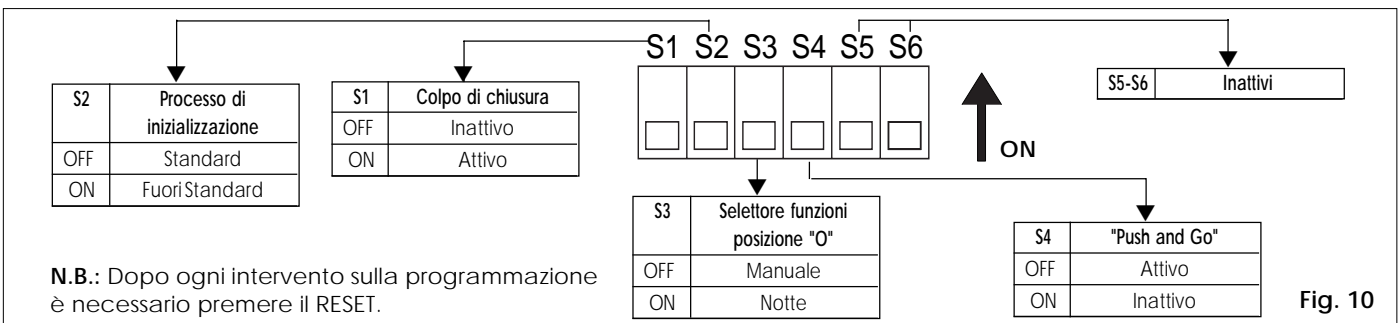

Fig. 10
- 4) Verificare che i microinterruttori dell'unità di programmazione (fig. 10) siano posizionati tutti in **OFF**.
5.3. PROGRAMMAZIONE DEI MICROINTERRUTTORI (fig.10)
L'unità di programmazione presenta una serie di microinterruttori che permettono di selezionare le funzioni indicate in fig.10. Il sistema viene fornito con tutti i microinterruttori posizionati in OFF.